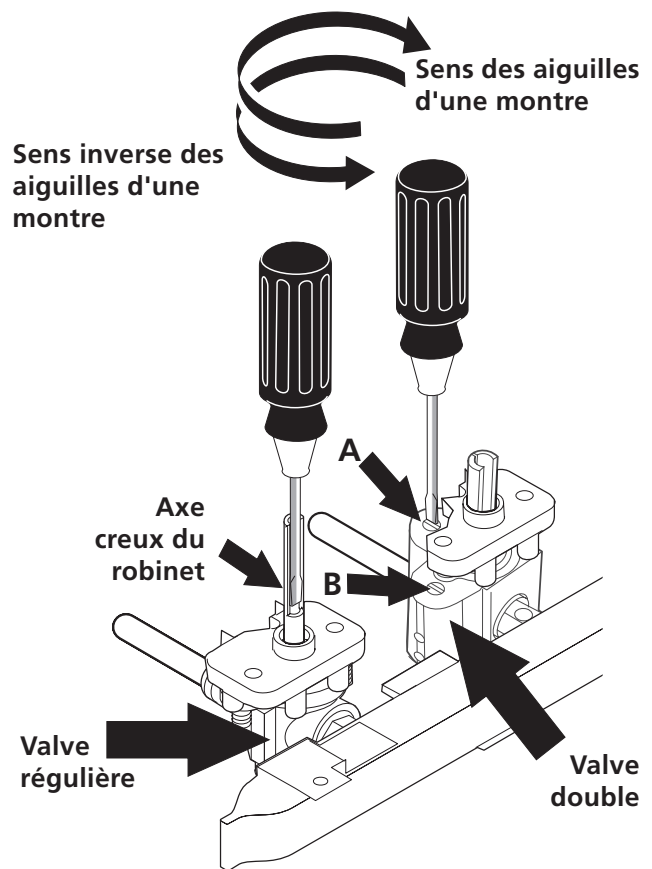

Figure 10
4. Réglez la position LOW des valves régulières (voir Figure 10):
5. Réglez la position LOW des valves doubles (voir Figure 10):
- La dimension de la flamme de la portion interne du brûleur peut être augmentée ou diminuée en tournant la vis **A** (voir Figure 10). Utilisez la vis **B** pour ajuster la dimension de la flamme de la portion externe du brûleur. Tournez la vis dans le sens inverse des aiguilles d'une montre pour augmenter la dimension de la flamme et dans le sens des aiguilles d'une montre pour diminuer la dimension de la flamme. Ajustez la flamme jusqu'à ce que vous puissiez tourner rapidement le bouton de LITE à la plus basse position (LOW) sans éteindre la flamme. Celle-ci devrait être aussi minuscule que possible sans s'éteindre.